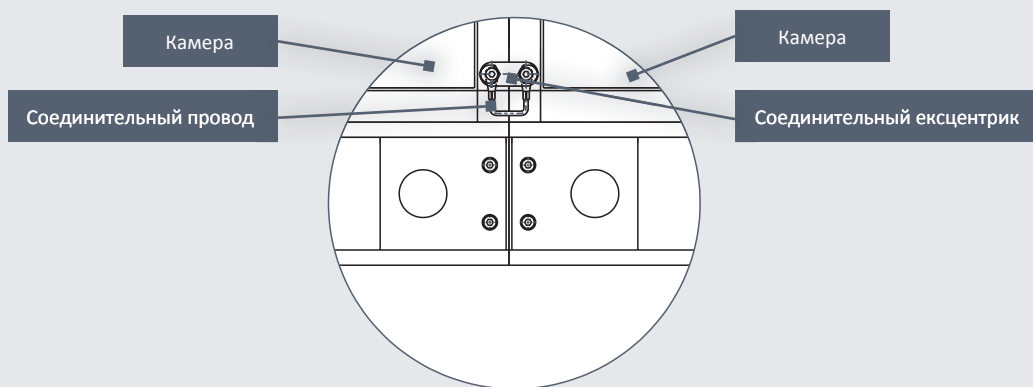

Рис. 1.6. Проводящее соединение камер (при окрашенном исполнении установки)
- При лакированном исполнении агрегата, нужно провести проводящее присоединение камер (рис. 1.6).